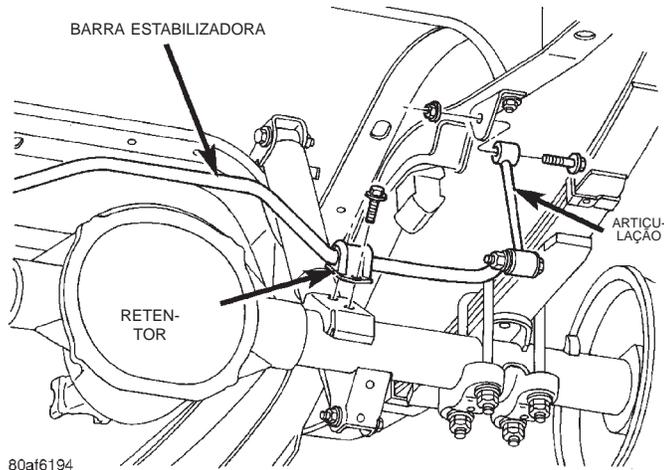

Fig. 2 Montagem da Barra Estabilizadora
(3) Remova os parafusos retentores e os retentores da barra estabilizadora (Fig. 2).
(4) Remova a barra estabilizadora e substitua as buchas gastas, rachadas ou deformadas.
(5) Remova as porcas e os parafusos de montagem superiores das articulações e remova as articulações.